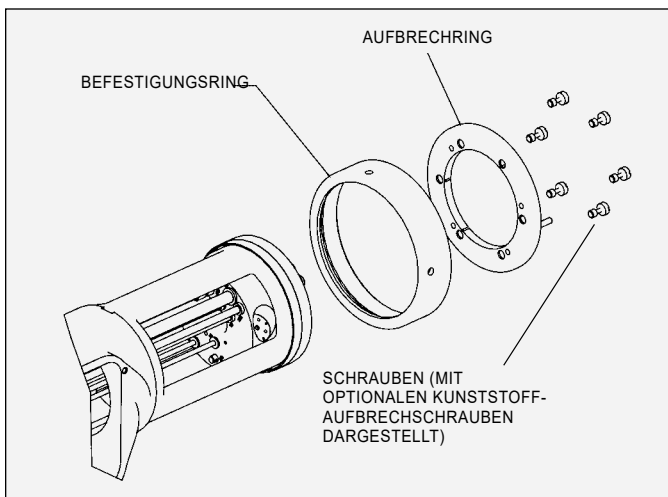

Abbildung 39: Aufbrechring
Entfernen Sie den Befestigungsring, indem Sie erst den Aufbrechring ausbauen. Lösen Sie die sechs (6) Schrauben, mit welchen der Aufbrechring an der hinteren Plattenbaugruppe befestigt ist (siehe Abbildung 39). Der Aufbrechring und der Befestigungsring lösen sich nun.